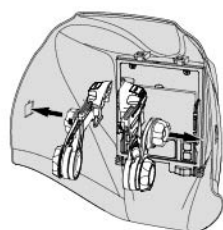

fig.12
- Match hver adapter med riktig side av hjelmskallet (se fig.12).